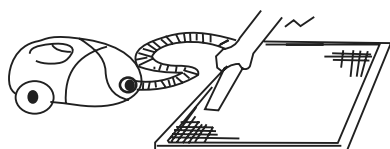

Рис. 2
- При чистке фильтра пылесосом держите его загрязненной поверхностью вверх (рис.2).